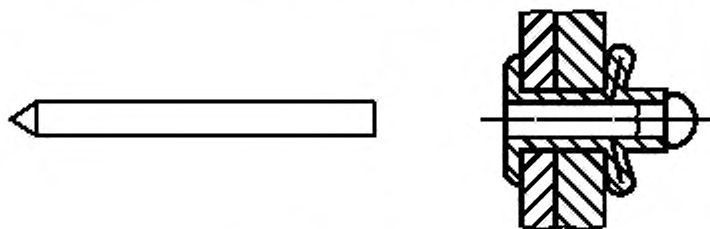

Рисунок 16 — Разрезной стержень
2.3.5 разрезной стержень (slotted shank): Корпус заклепки, имеющий продольные разрезы в средней части стержня заклепки между головкой и концом заклепки (рисунок 16).